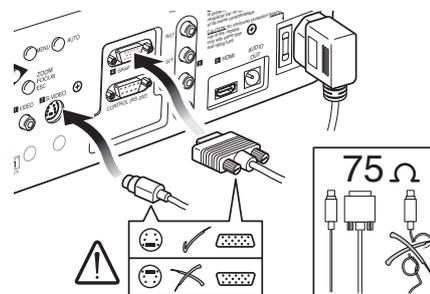

Fig. 16
- Ad esclusione dei connettori coassiali di tipo RCA, verificate sempre il corretto verso di inserzione dei connettori nelle rispettive prese per evitare deformazioni dei piedini (Fig.16).